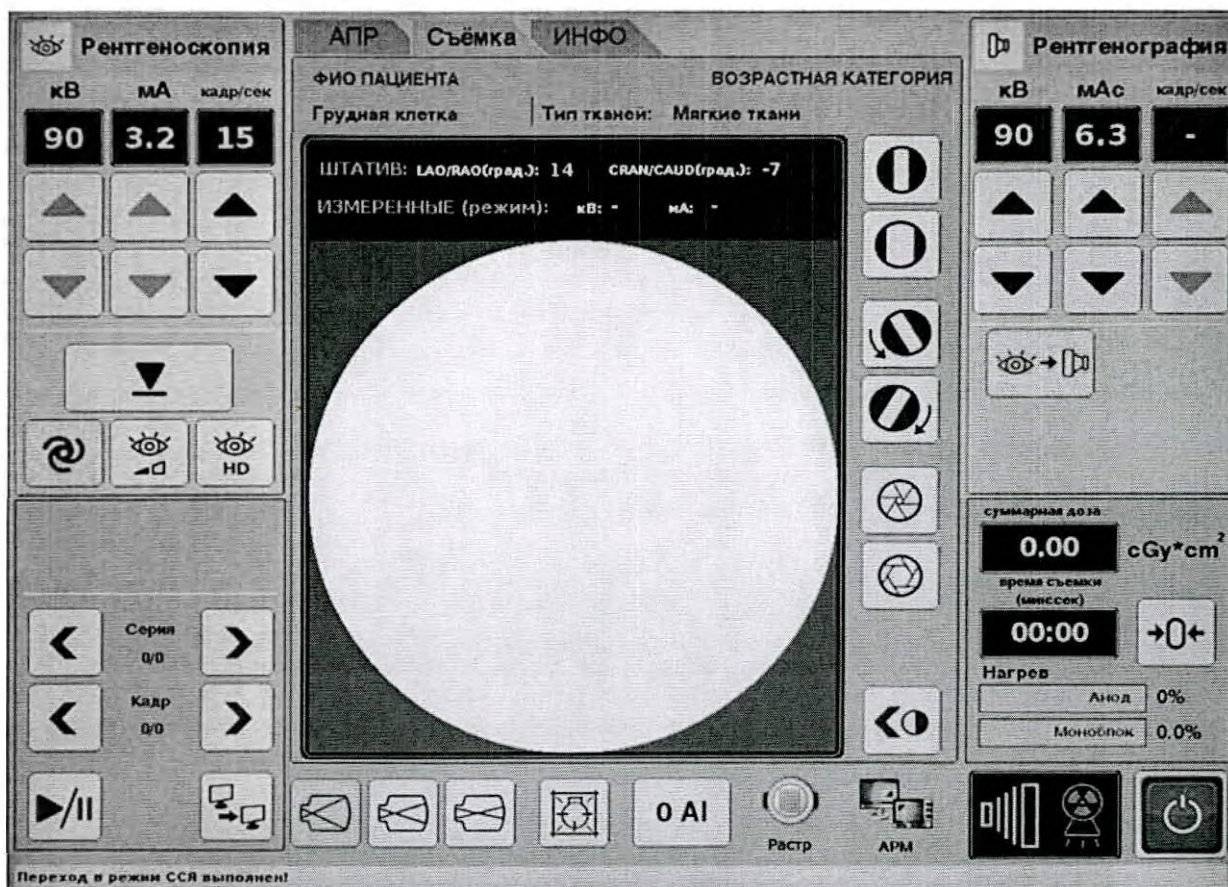

Рисунок 7.16
9. По окончании самотестирования на экране ПУИ будет выведен интерфейс оператора с активной по умолчанию вкладкой **Съемка** (см. Рисунок 7.16).